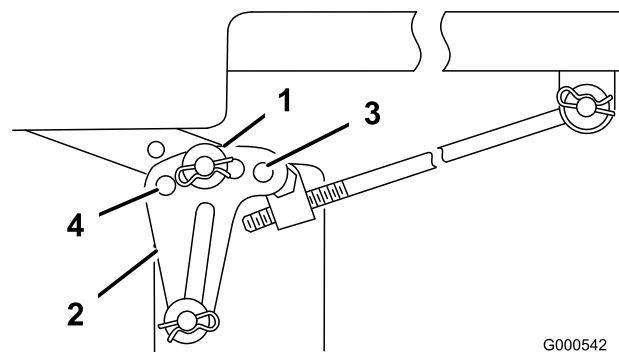

Figura 53
6. Retire el pasador y la arandela del soporte de nivelación (Figura 53).
7. Para nivelar la(s) cuchilla(s), vuelva a colocar el/los soporte(s) de nivelación en un taladro diferente y vuelva a colocar la arandela y el pasador. (Figura 53). Los taladros delanteros bajan la altura de la cuchilla y los taladros posteriores elevan su altura. Ajuste ambos lados según sea necesario.